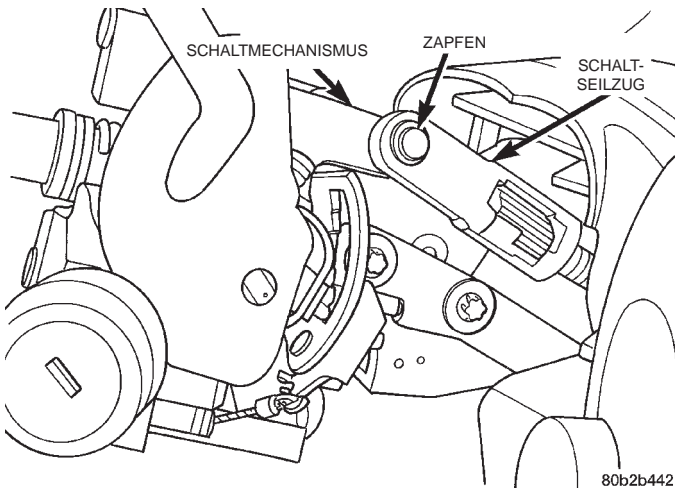

Abb. 26 Schaltseilzug montiert
(7) **Bei Fahrzeugen mit Lenkradschaltung** zunächst sicherstellen, dass der Schaltmechanismus in Stellung Park arretiert ist. Dann den Schaltseilzug am Schaltmechanismus anbauen (Abb. 26). Der Schaltseilzug muss vollständig auf den Zapfen am Schaltmechanismus geschoben werden.